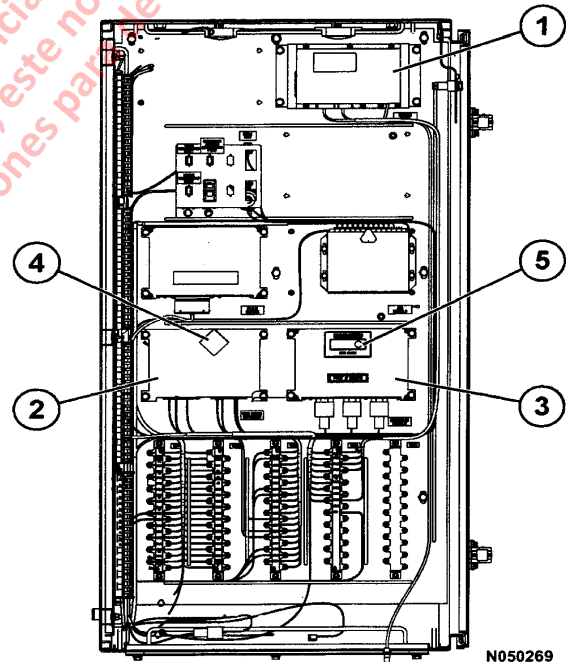
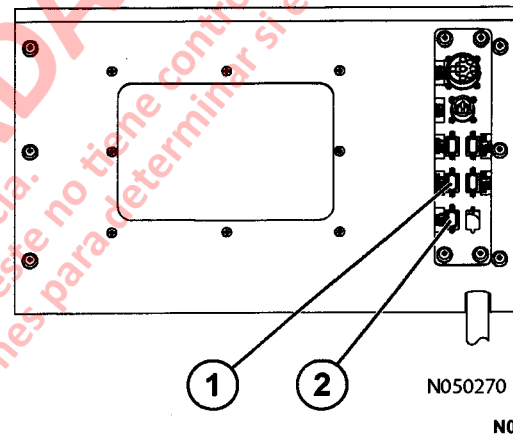

FIGURA 32-10. UBICACION DE LOS COMPONENTES DEL VHMS
FIGURA 32-12. LUMBRERAS DE DIAGNOSTICO
Este sistema utiliza el controlador VHMS (2, Figura 32-10) para recopilar datos sobre la operación del camión de los sensores y demás controladores instalados en el camión. Los datos almacenados en el controlador VHMS son descargados por un computador que usa el puerto de diagnostico VHMS (2, figura 32-12) o transmitidos directamente a través de un satélite de comunicaciones que utiliza el controlador Orbcomm (1, Figura 32-10). Estos datos luego se compilan en el servidor de Komatsu. Basado en esta información, el distribuidor de servicio Komatsu propondrá mejoras y proporcionará información destinada a reducir los costos de reparación de las máquinas y los tiempos de detención.
El VHMS se activa a través del interruptor de partida. Inmediatamente después de recibir 24V del interruptor de partida, el controlador VHMS inicia la secuencia de inicialización de encendido. Esta secuencia toma alrededor de tres segundos, durante el cual los dígitos rojos de LED (4, Figura 32-10) cerca de la parte superior del controlador VHMS desplegarán una secuencia circular de segmentos de LED destellando.
El módulo de interface (3, Figura 32-10) recibe datos de los sensores instalados en el camión y envía esta información al controlador del VHMS. Hay una pequeña luz de LED verde (5) en el frente del controlador. Cuando el interruptor de partida está en ON, la luz debe destellar. Si la luz continúa encendida, hay un problema en el controlador.
Cuando se instala en el camión un módulo de interface nuevo, se debe instalar un nuevo software en el controlador. La lumbrera de diagnostico MI (1, Figura 32-12) en el panel D.I.D. en la parte posterior de la cabina se usa para conectar el módulo de interface a un computador para instalar el software.